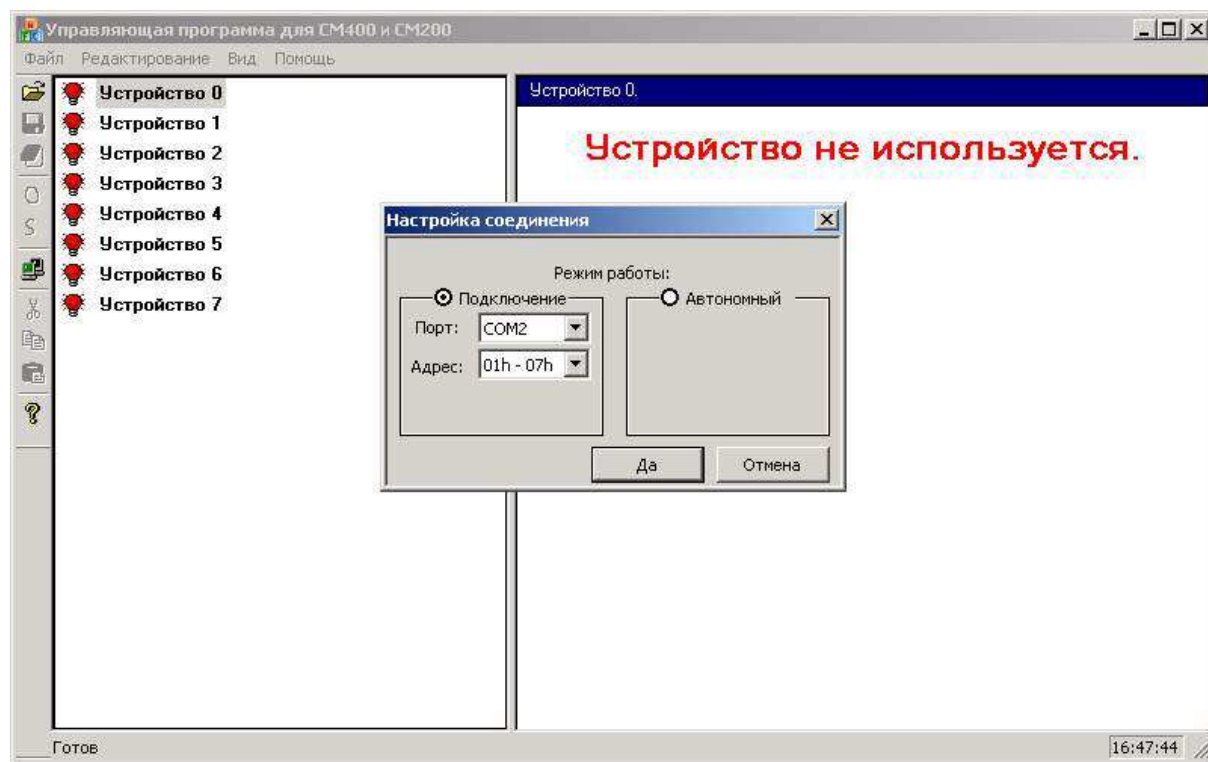

Рисунок 3-2. Окно программы с окном настройки параметров соединения.
- Команда **"Подключение"** (  ): Предназначена для вызова окна установки параметров соединения (см. Раздел 3, рис. 3-2).